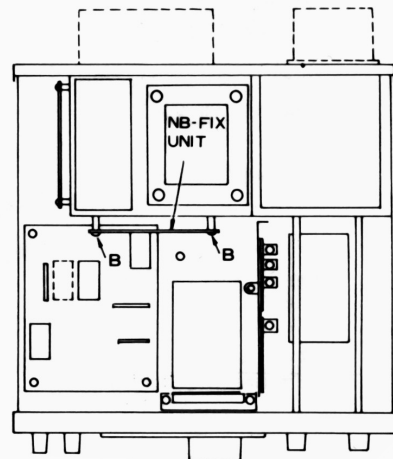

Figura 2
- 2) Remítase a la Figura 2 y localice el circuito NB-FIX. Remueva sus tornillos.